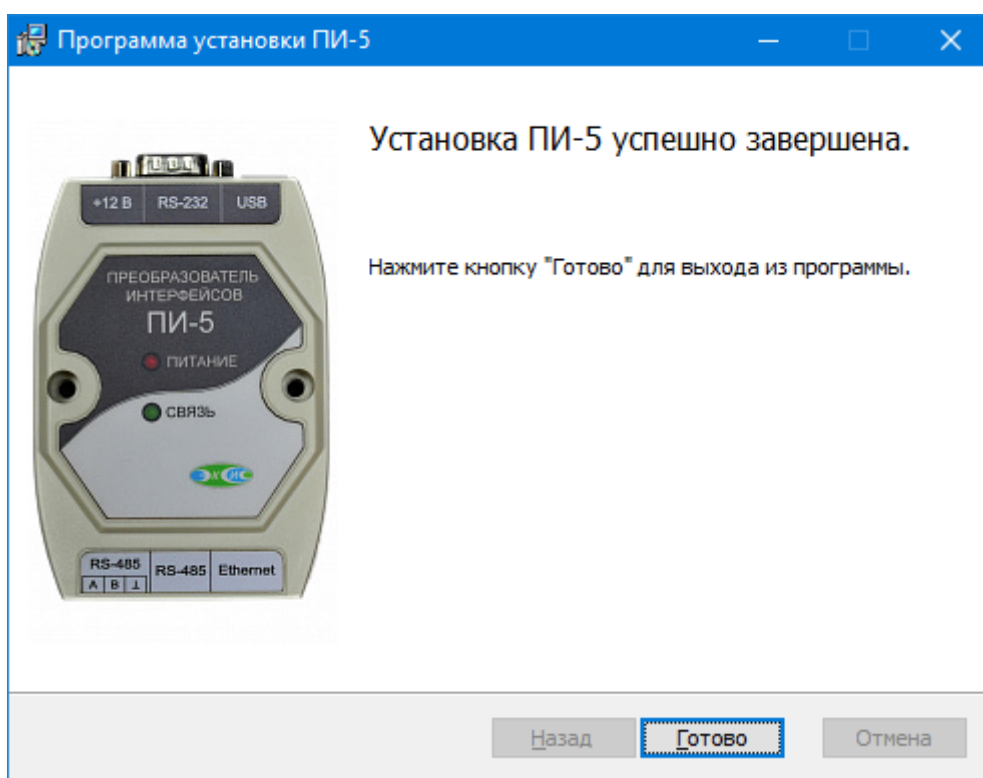

Рис. 2.8. Завершение установки программы
6. Завершение установки и выход из мастера установки (рис. 2.8).